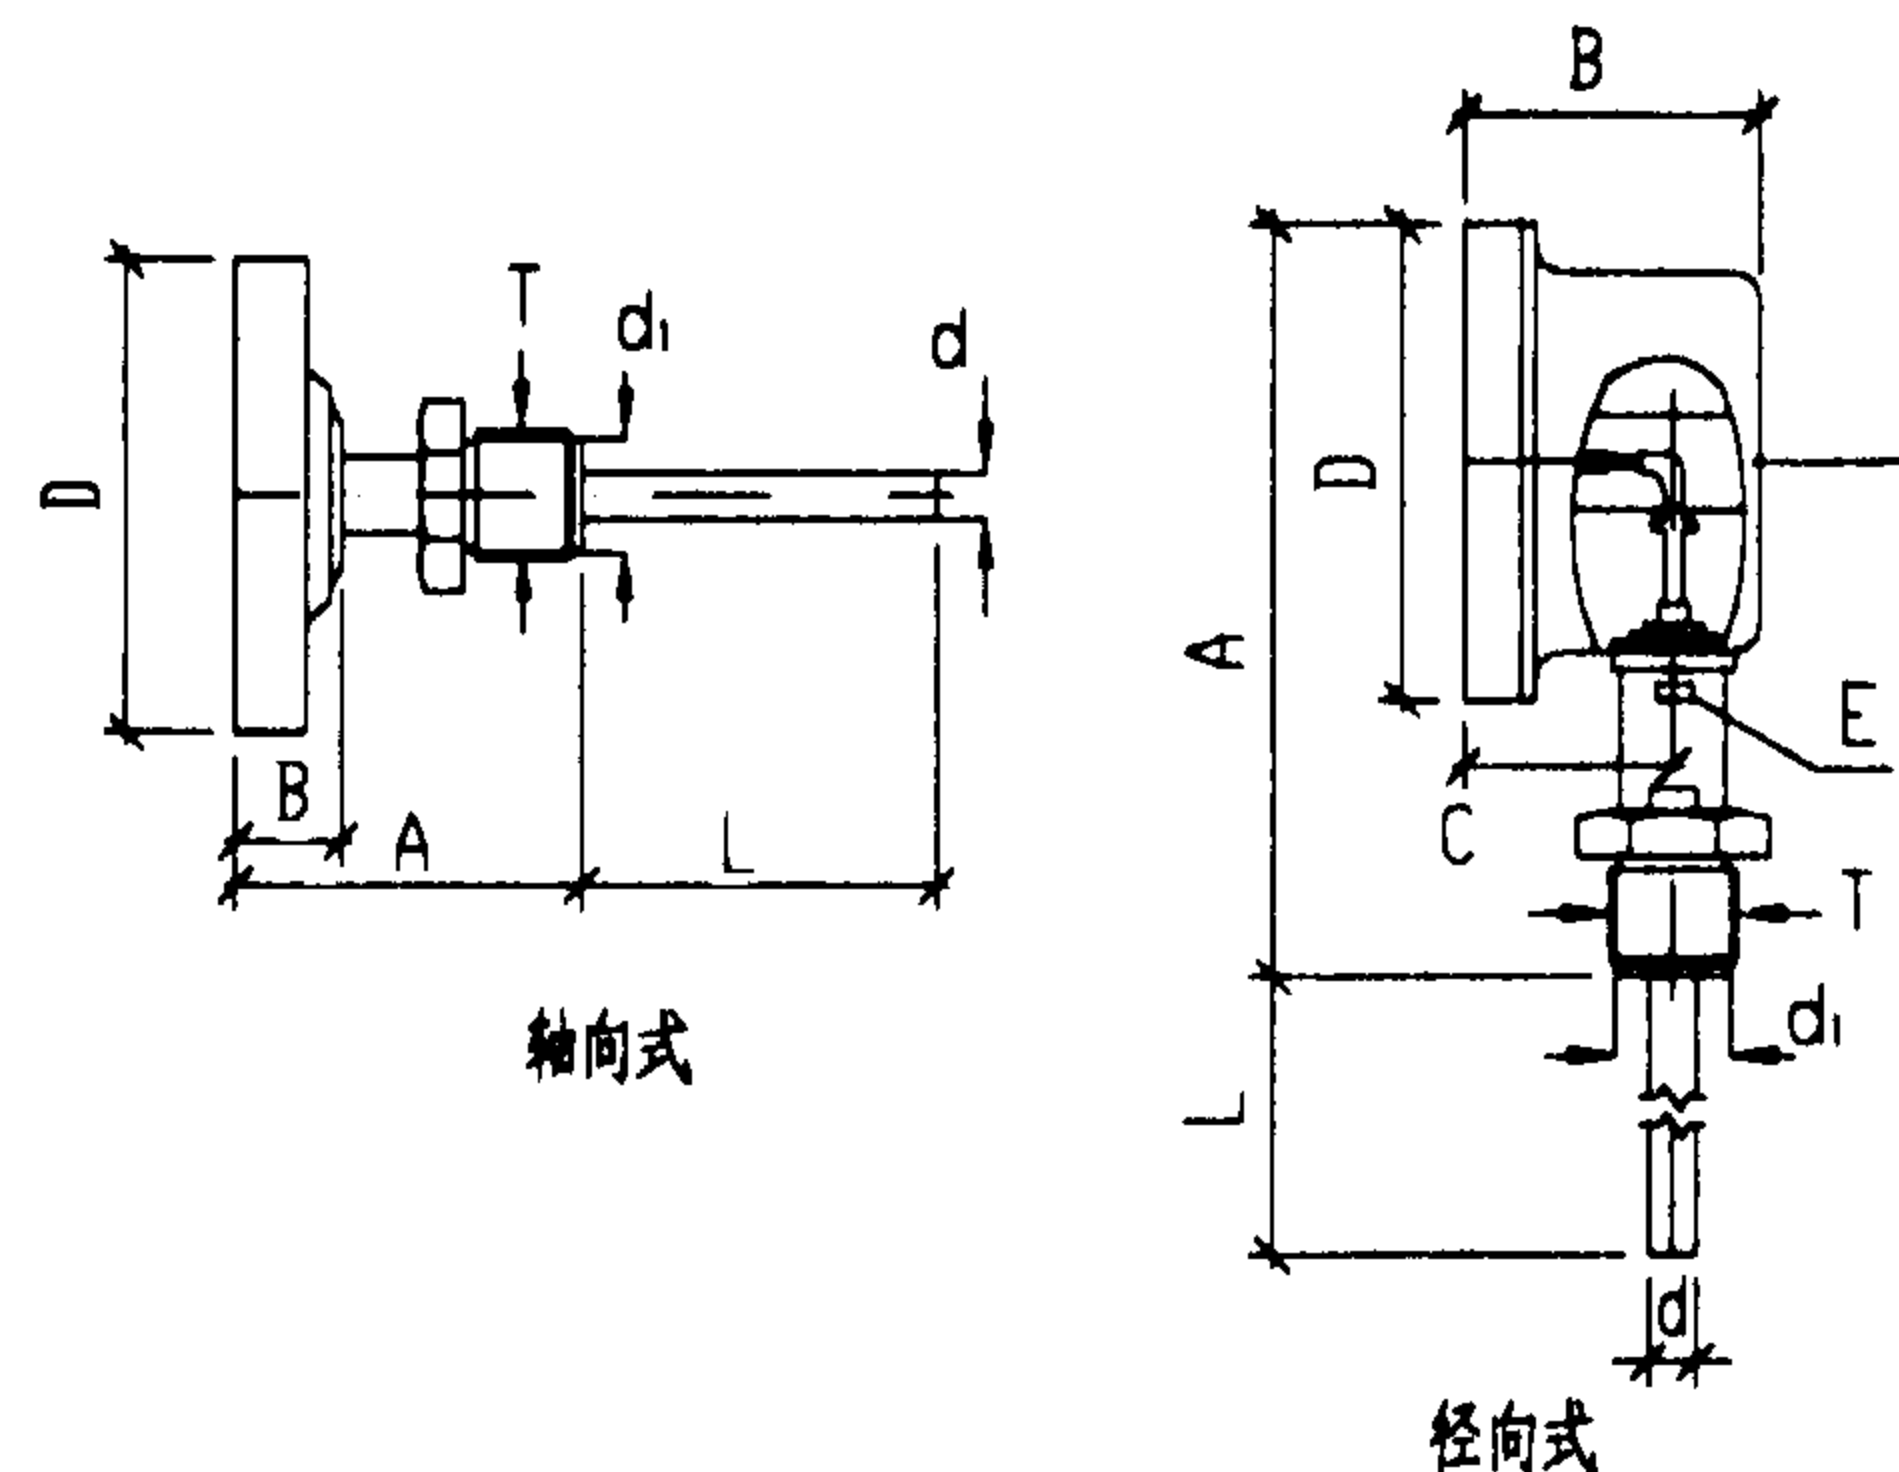

图2 双金属温度计外型图
2. **双金属温度计**: 双金属温度计WS、WSS, 电接点温度计为WSX、WSSX。温度测量极限范围, 最低极限温度为 -60°C , 最高极限温度为 500°C , 正常工作环境温度 -20°C ~ 60°C 。保护套管插入被测介质的深度为150~500/100~1500, 接头螺纹为M27x2、G1/2、G3/4、M16x1.5, 电接点温度计的接点功率为10VA, 最大工作电压为220V/380V, 最大工作电流为1A。双金属温度计的外型见图2。